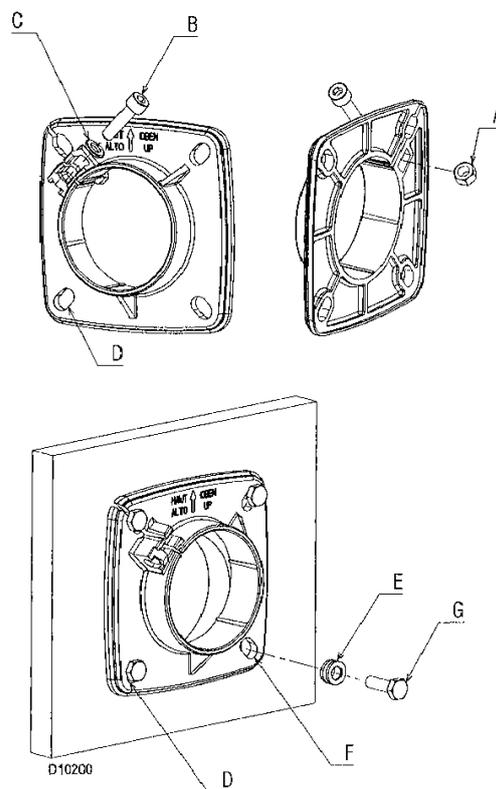

Fig. 8
- Placer l'écrou HMB (référence A) (Fig. 8), fournie dans le paquet d'accessoires, sur la partie arrière de la bride. Fileter la vis CHC M8 x 30 B) avec une rondelle M8 C) sur la partie frontale.
- Insérer la douille (référence E) (Fig. 8) dans la position D) ou F) et visser la vis M8 x 30 (référence G) (Fig. 8).